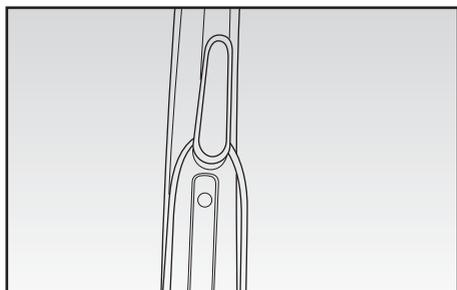

Fig. 14
- Riassemblare l'apparecchio e riparlo utilizzando l'apposito avvolgicavo (A) posteriore (Fig. 14).